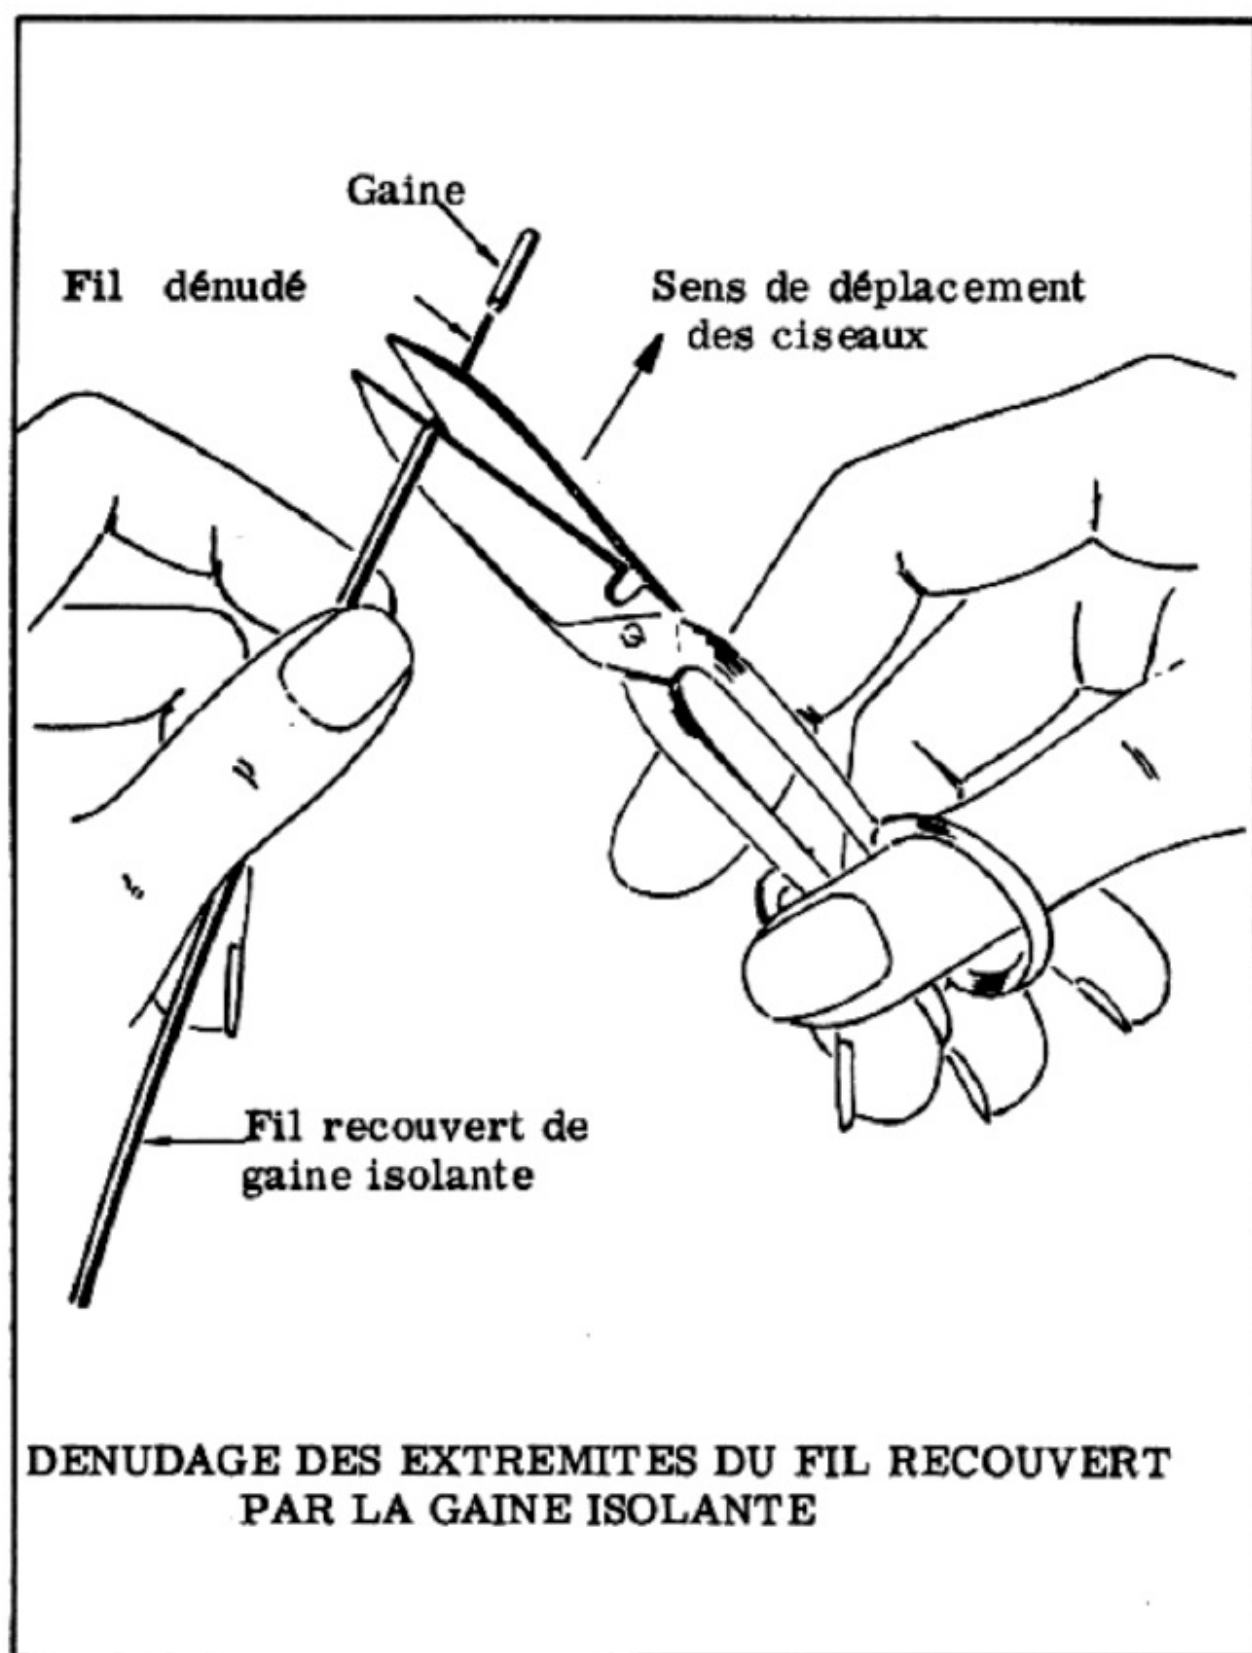

Figure 8
a) Coupez un morceau de 3 cm de fil de cuivre sous gaine plastique noire et dénudez les deux extrémités sur une longueur de 5 mm environ. Pour libérer complètement le fil tirez la gaine en la poussant avec les ciseaux, comme montré sur la *figure 8*. *Agissez délicatement de façon à ne pas endommager le fil de cuivre.*